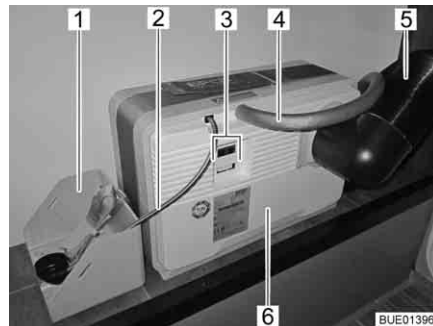
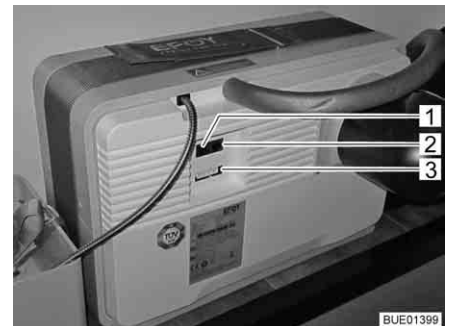

Bild 160 Brennstoffzelle mit Tankpatrone
Bild 161 Anschlussfeld Brennstoffzelle
Die Brennstoffzelle besteht aus mehreren Komponenten, die im Heckstauraum eingebaut sind (Bild 160), sowie aus einer Bedieneinheit (Bild 162) im Wohnbereich.
An der Brennstoffzelle (Bild 160,6) befinden sich:
- der Anschluss für den Abluftschlauch (Bild 160,4) bzw. die Einfüllöffnung für das Service-Fluid
- das Abwärmerohr (Bild 160,5)
- elektrische Anschlüsse (Bild 160,3) mit Datenschnittstelle (Bild 161,2), Geräteanschluss (Bild 161,3) und Anschluss für das Bedienpanel (Bild 161,1)
Zur Brennstoffzelle gehört eine Tankpatrone, die über den Tankanschluss (Bild 160,2) mit der Brennstoffzelle (Bild 160,6) verbunden ist.
Die Tankpatrone ist im Tankpatronenhalter (Bild 160,1) festgezurr.